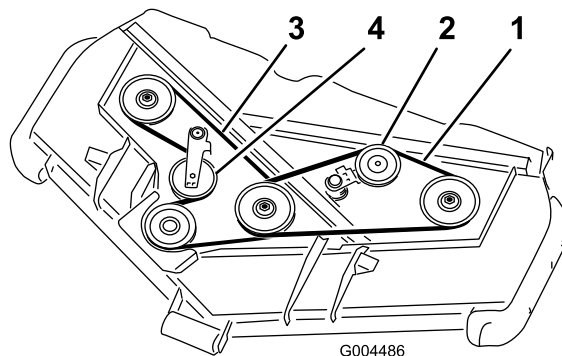

Figura 55
3. Utilizando uma alavanca ou ferramenta semelhante, afaste a polia intermédia da correia superior (Figura 55) da correia da transmissão superior para libertar a tensão da correia e permitir que esta saia das polias.
4. Utilizando uma alavanca ou ferramenta semelhante, afaste a polia intermédia da correia inferior (Figura 55) da correia da transmissão inferior para libertar a tensão da correia e permitir que esta saia das polias.
5. Coloque a nova correia à volta da polia da caixa de velocidades, polias do veio inferior e conjunto da polia intermédia, como se mostra em Figura 55.
6. Coloque a nova correia nas polias da barra superior e na estrutura da polia intermédia, como se mostra em Figura 55.